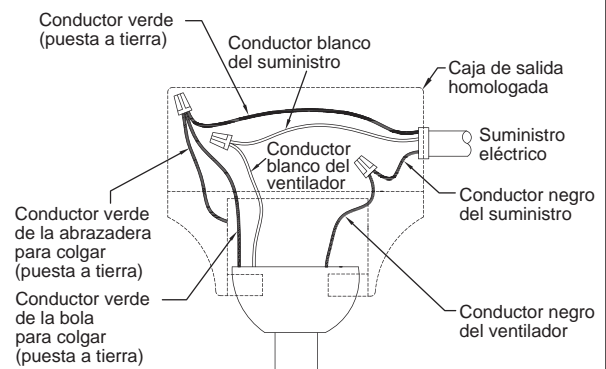

Figura 12
1. Conecte el conductor verde con conexión a tierra de la bola para colgar y el conductor verde con conexión a tierra de la abrazadera para colgar al conductor de suministro con conexión a tierra (posiblemente un conductor desnudo o un cable con aislante verde). Conecte los cables a los conectores provistos de forma segura. Conecte el conductor blanco del motor del ventilador al conductor blanco (neutro) mediante el conector provisto de forma segura. Conecte el conductor negro del motor del ventilador y el conector azul al conducto negro mediante el conector provisto de forma segura. (Figura. 12)